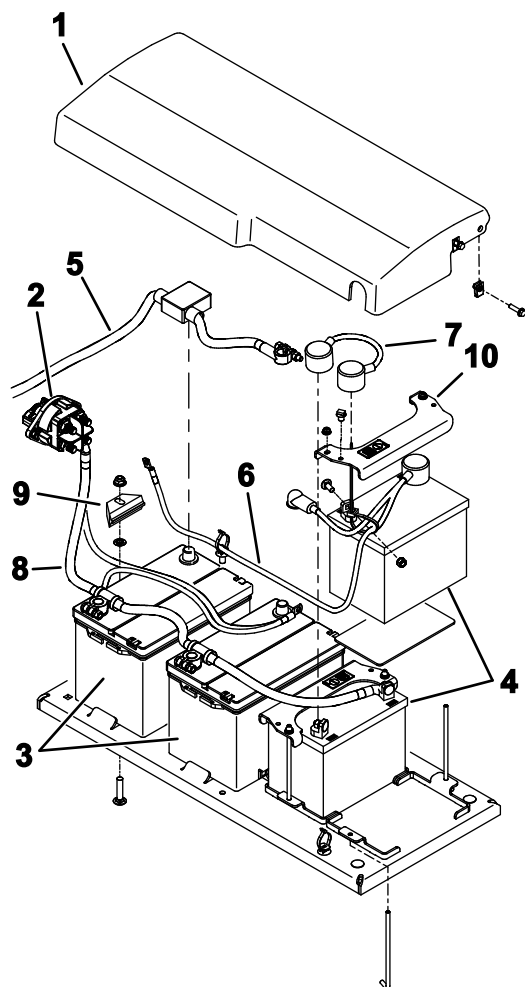

Figure 115
6. Retirez les fixations qui maintiennent le couvercle de la batterie sur la machine et déposez le couvercle (Figure 115).
9. Déposez avec précaution les batteries de la machine (Figure 115).
1. Fixez les batteries avec les dispositifs de retenue (Figure 115).